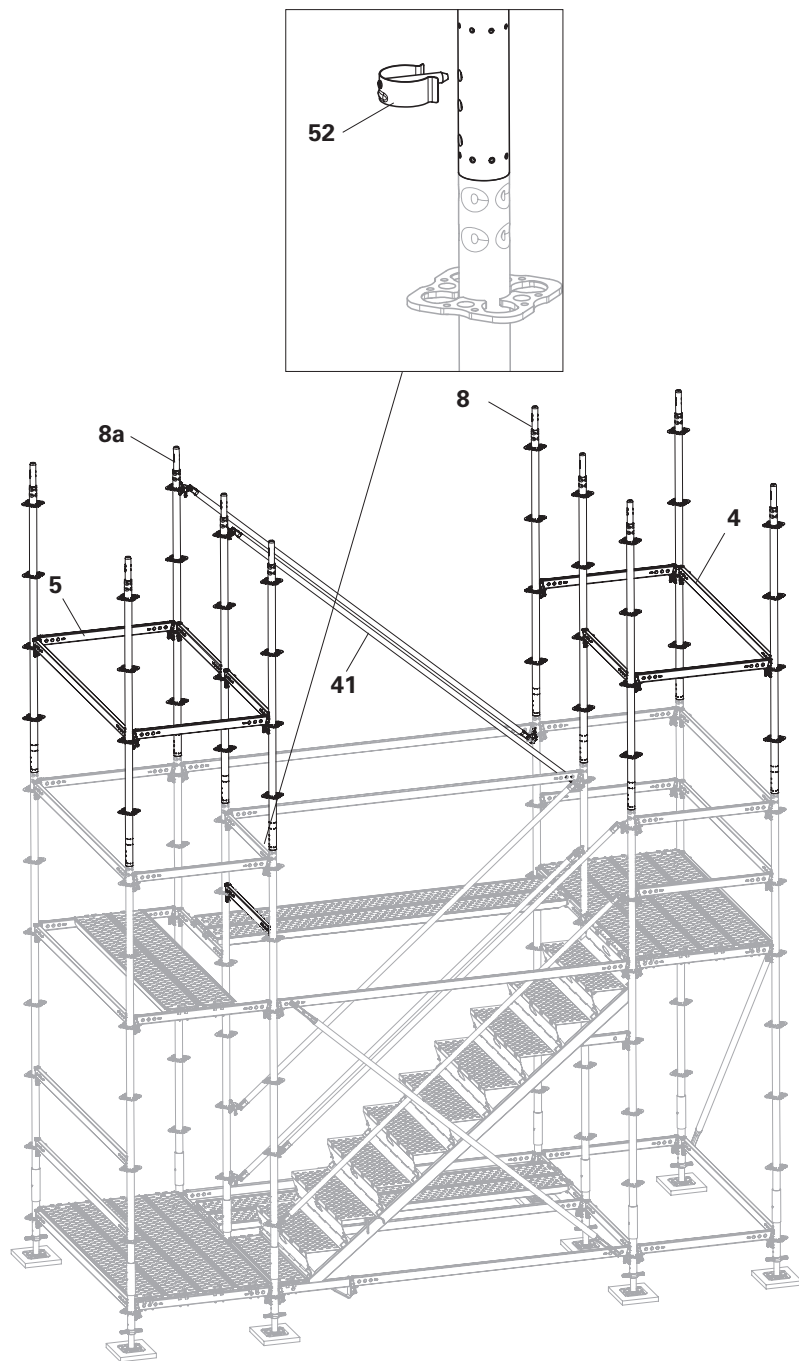

Fig. A3.01
- Agganciare i correnti orizzontali UH-2 200 e UH-2 100 (**4 + 5**) e spingerli in posizione salda. (Fig. A3.01)